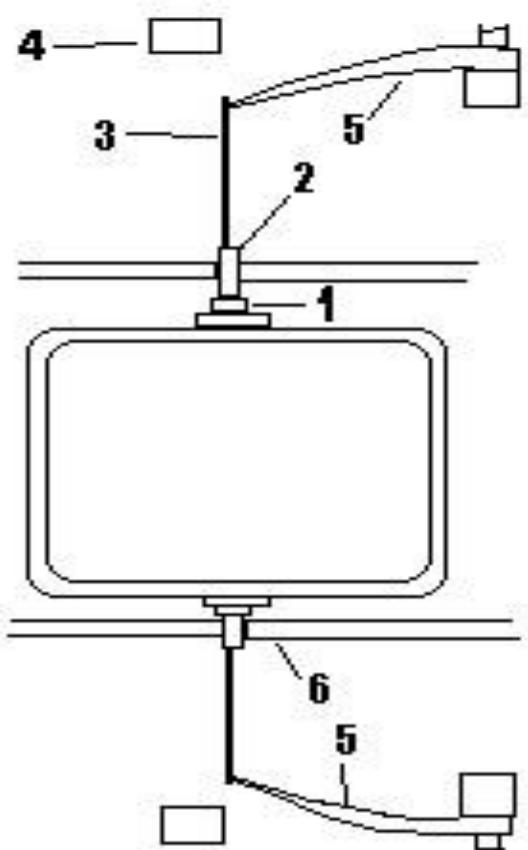

Рис.2.3.
- Механизмы на растяжках (рис.2.3)